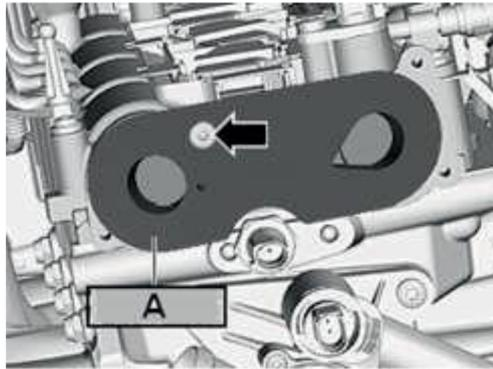

Fig. 2
3. Fixar na posição com um parafuso de fixação, fig. 2.